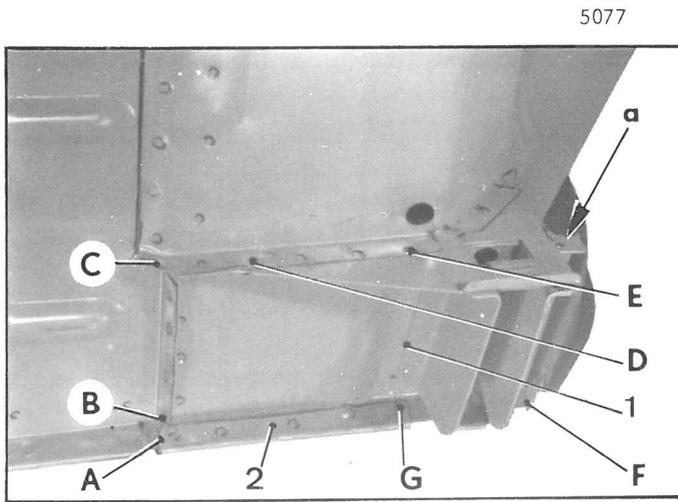

Fig. 1
- en AB (fig. 1)
- en BC (fig. 1)
2. Dégraffer la tôle de fermeture (1) du brancard et du plancher des pédales.
- en F (fig. 1 et 2) (une tôle seulement)
- en AG (fig. 1) (deux tôles seulement)
Percer (une tôle seulement, côté tôle (1) de fermeture) (fig. 1)
- en CE (fig. 1)